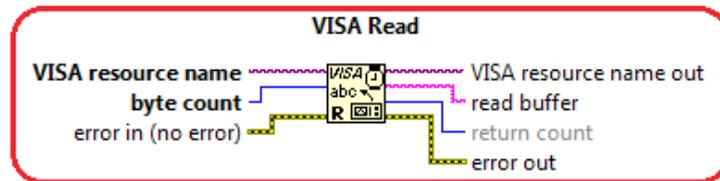

Figura 3.43. VISA Read.
**Lectura del dato.** En esta etapa se utiliza un **VISA Read**. Se debe especificar el número de bytes del dispositivo o interface indicado en el **VISA resource name** y retorna el dato en el **read buffer**. La figura 3.43, muestra todas las opciones del **VISA Read**.